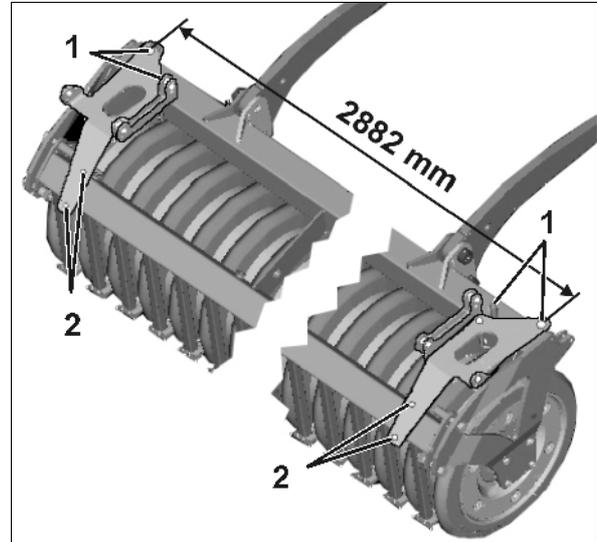

Fig. 22
- 1.1 À l'avant (Fig. 22/1) utilisez des boulons en U..
- 1.2 À l'arrière (Fig. 22/2) utilisez une tôle de serrage et des vis.